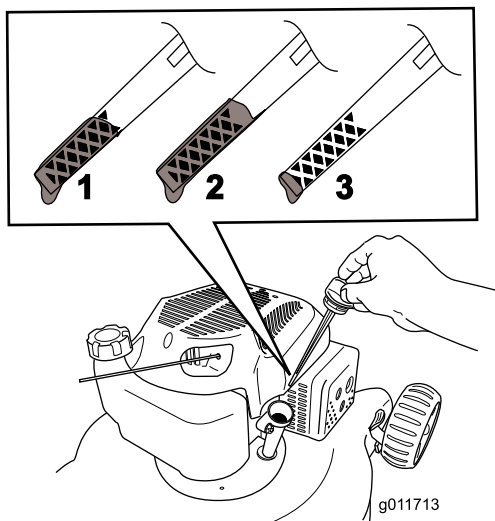

Рисунок 8
5. Для того, чтобы правильно определить уровень масла на масломерном щупе, см. Рисунок 8.
**Примечание:** Заливайте масло в картер двигателя до тех пор, пока масломерный щуп не покажет, что достигнут нужный уровень масла в двигателе, как показано на Рисунок 8. В случае перелива слейте некоторое количество масла из двигателя, как описано в разделе «Замена моторного масла».